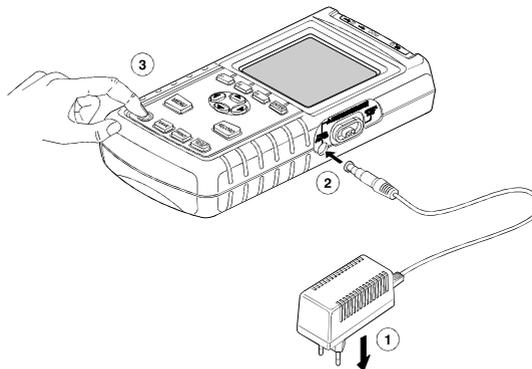

Figura 2. Alimentazione del Fluke 43B
- 2** Connettere il cavo dell'adattatore di corrente al Fluke 43B (vedere la Figura 2).